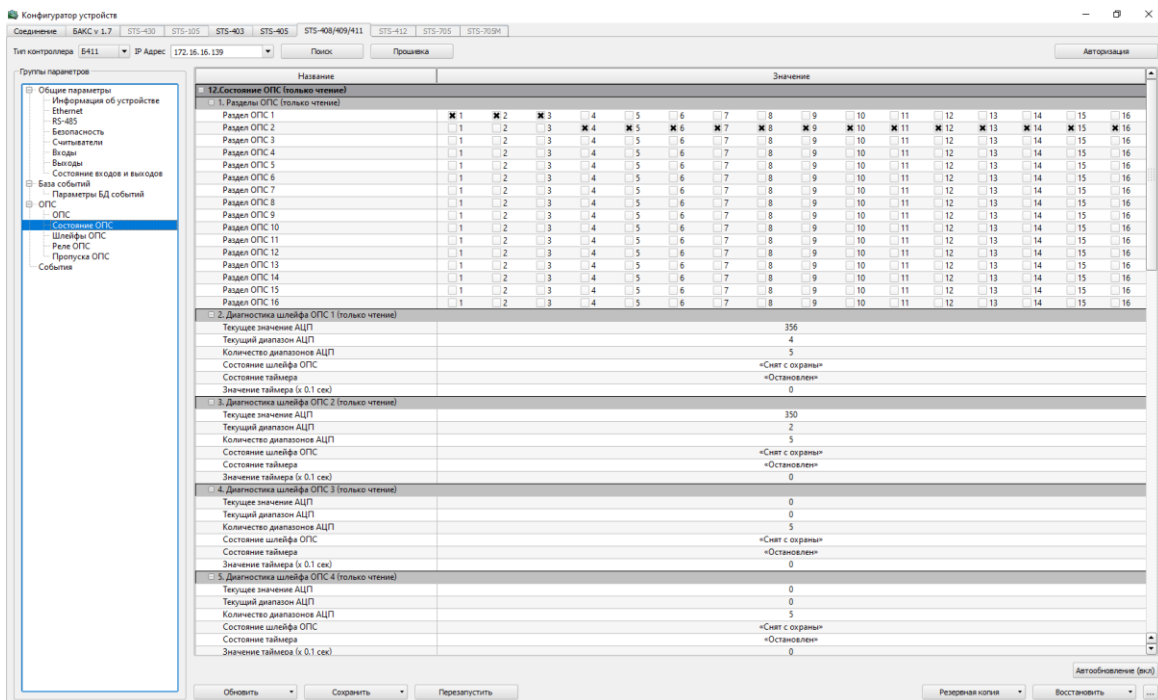

Рисунок 25 – Состояние ОПС
– Состояние ОПС – здесь отображается состояние шлейфов, их диагностика (рисунок 25)